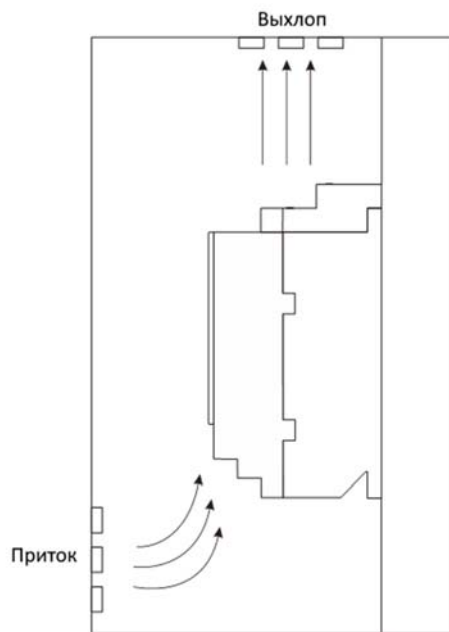

Рис. 3.3
- Если устройство плавного пуска устанавливается в шкафу, необходимо обеспечить приток холодного воздуха в соответствии со следующей схемой. (См. Рис. 3.3)